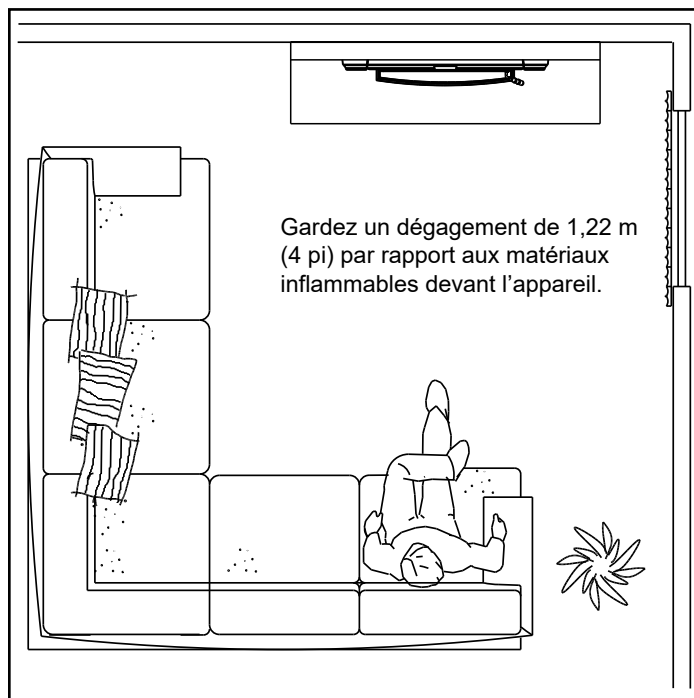

Figure 14.2
- Ne placez AUCUN objet inflammable à moins de 1,2 m (4 pi) devant l'appareil (**Figure 14.2**).